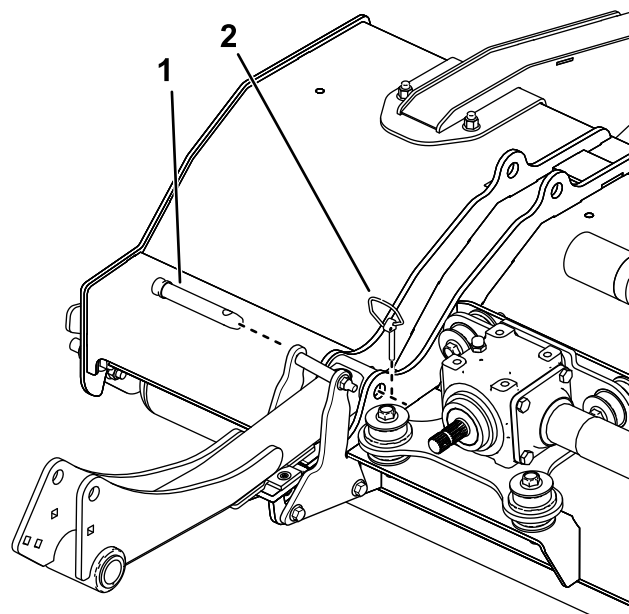

Рисунок 30
4. Снимите шплинты с кольцами и штифты, которые крепят режущий блок к подъемным рычагам (Рисунок 30).